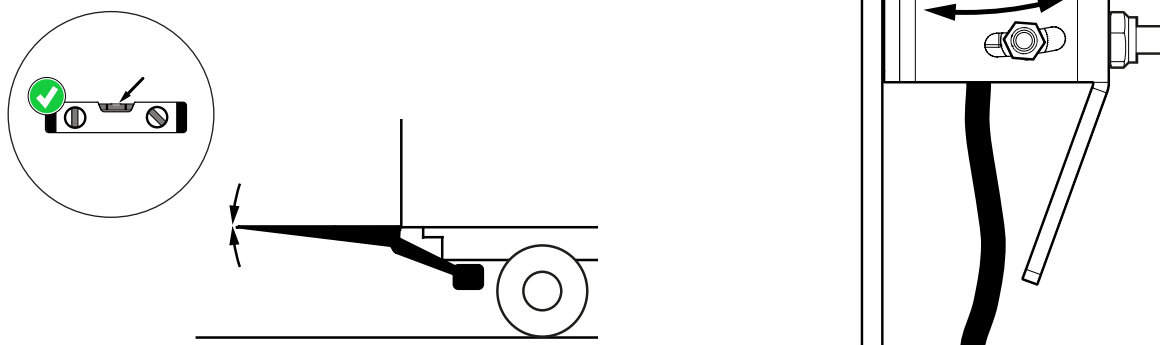

Imagen 59. Ajuste del ángulo de basculamiento automático
1. Aflojar los dos tornillos sin desenroscarlos del todo, véase Imagen 59.
2. Ajustar la posición del sensor de ángulo en el ángulo deseado, véase Imagen 59.